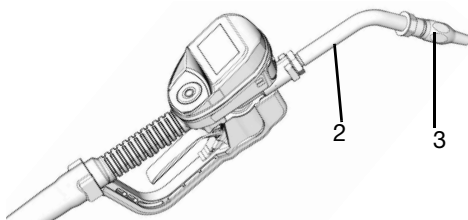

FIG. 11
1. Avvitare l'ugello (3) sulla prolunga (2) (FIG. 11).